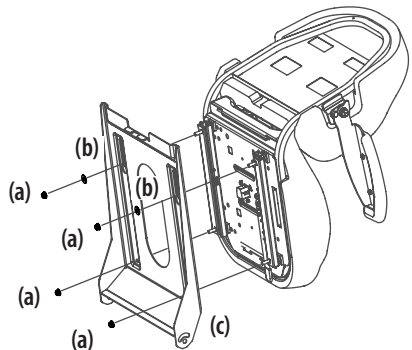

Figura 4
2. Instale el asiento en la bandeja del asiento (c) usando los herrajes proporcionados. Consulte la Figura 4.
- a. Use las tuercas de seguridad con brida (a) y arandelas planas (b). Consulte la Figura 4.